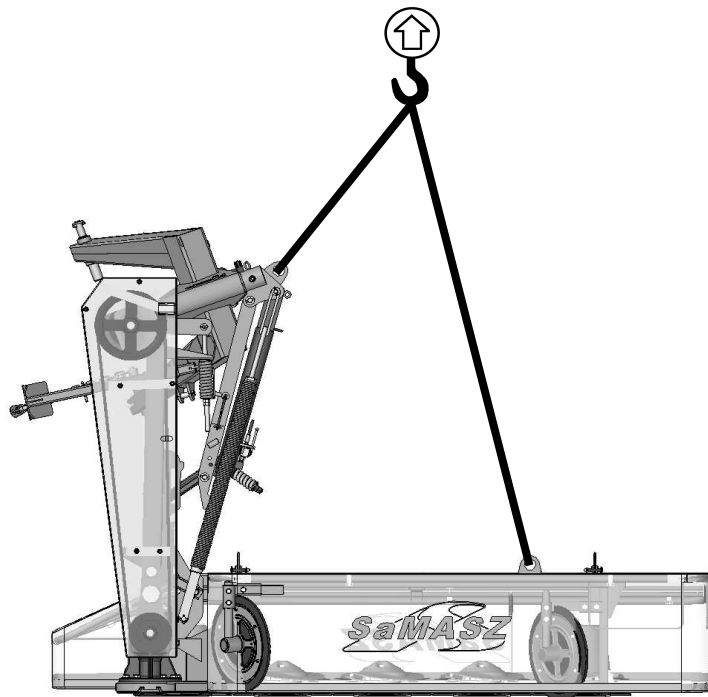

Рис. 5. Способ перемещения косилки для транспортных удобств
- ❑ Следует схватывать поднимающими устройствами исключительно в местах, указанных на машине и обозначенных видом крюка (Рис. 5),